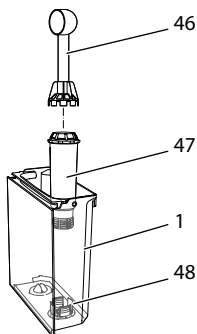

Рис. 25: Завинчивание/отвинчивание фильтра для воды
- Снимите фильтр для воды при поступлении соответствующего запроса от аппарата (см. Рис. 25, стр. 292).